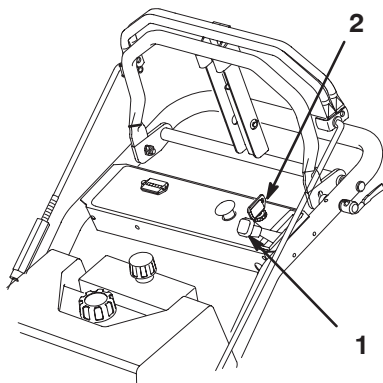

Figure 10
1. Réglez la manette d'accélérateur en position de ralenti (Fig. 10).
2. Tournez la clé de contact en position contact coupé (Fig. 10).